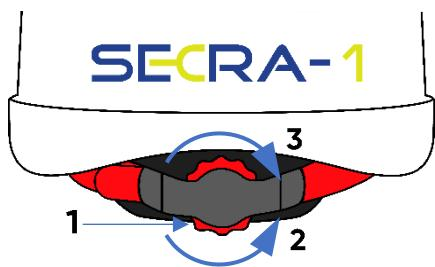

Рис. 1
Каска имеет ступенчатую регулировку обхвата головы с шагом 1 мм в диапазоне от 53 см до 63 см. Надев каску на голову, отрегулируйте её по обхвату головы, повернув ручку регулятора (1), расположенную в задней части каски (рис.1). Поворот влево (2) позволяет ослабить, а вправо (3), натянуть ленту регулятора.